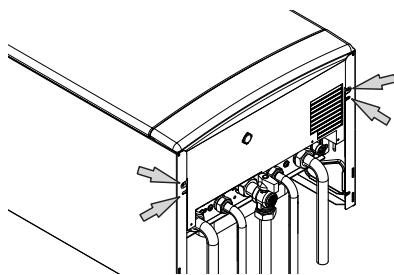

Рисунок 5.11
При организации дымоотвода через крышу (Рисунок 5.11) необходимо использовать коаксиальную трубу Ø 80/125 мм
- Открутите четыре указанных винта (см. Рисунок 5.11).